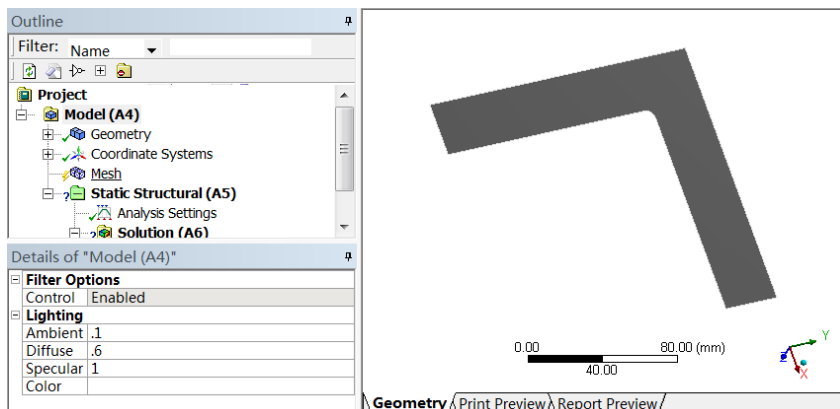

图 18-4 分析项目树结构图
1) 双击主界面项目管理区项目 A 中的 A3 栏“Model”项，进入 Mechanical 界面，查看分析项目树结构图，如图 18-4 所示。在该界面下即可进行网格的划分、分析设置、结果查看等操作。